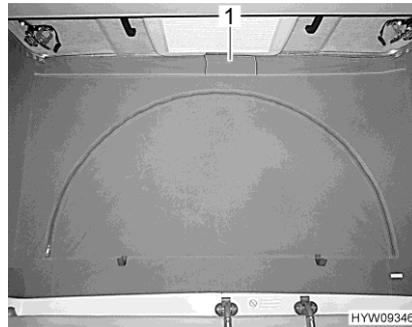

Fig. 85 Ventilación (cerrada)
- Separar el cierre velcro de la ventana de lona (Fig. 85,1) debajo del techo abatible. Atrás de la ventana de lona está instalada una rejilla de malla como protección de insectos.